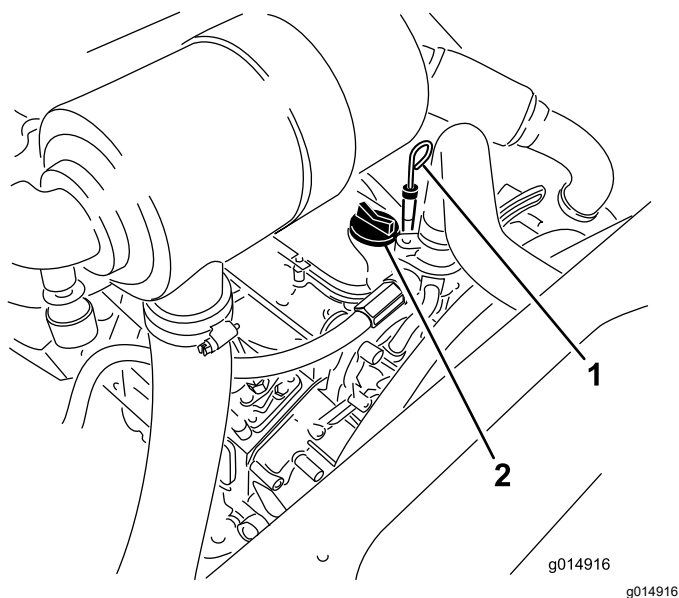

图 32
3. 取出量油尺擦拭干净并安装 图 32。
5. 如果油位低于已满标记应取下加油盖图 32 添加机油直至油位达到量油尺上的已满标记。